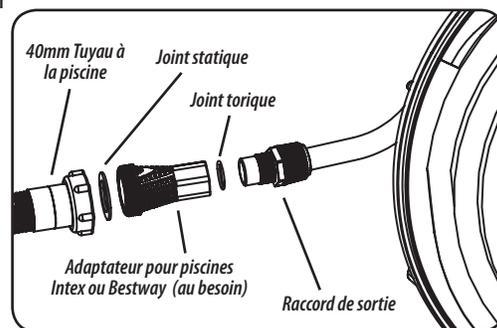

Figure 4
1. Fixez adaptateur INTEX® ou BESTWAY® avec le joint torique au raccord de tuyau central sous la base. Assurez-vous que le joint torique se trouve dans l'adaptateur avant de le fixer (voir figure 4).